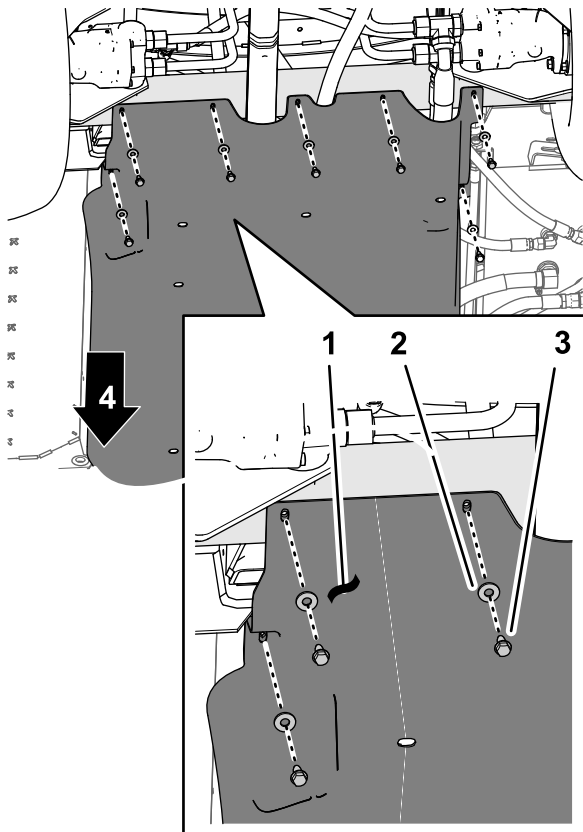

Figura 180
4. Alinhe os orifícios na parte de trás do resguardo do chassis com os orifícios no chassis (Figura 180).
5. Monte a parte de trás do resguardo do chassis inferior no chassis com os 7 parafusos de cabeça flangeada (5/16 x 7/8 pol.) e as 7 anilhas (5/16 pol.) que retirou no passo 1 de 12 Retirar o kit de resguardo do chassis inferior opcional (página 26) (Figura 180).